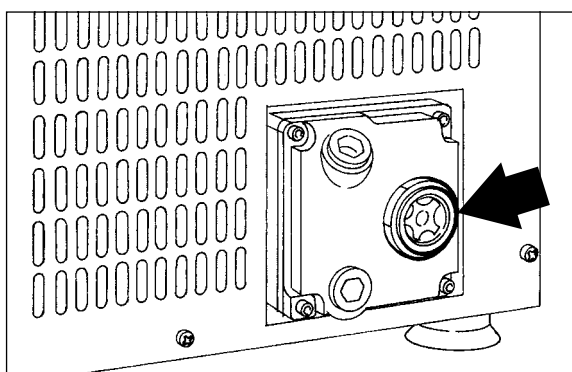

Fig. 1
- Controllare il corretto livello dell'olio della pompa visibile nel vetrino spia della pompa (**Fig. 1**).